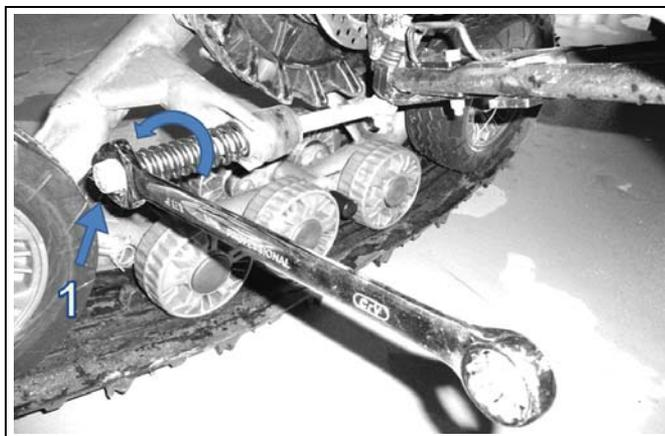
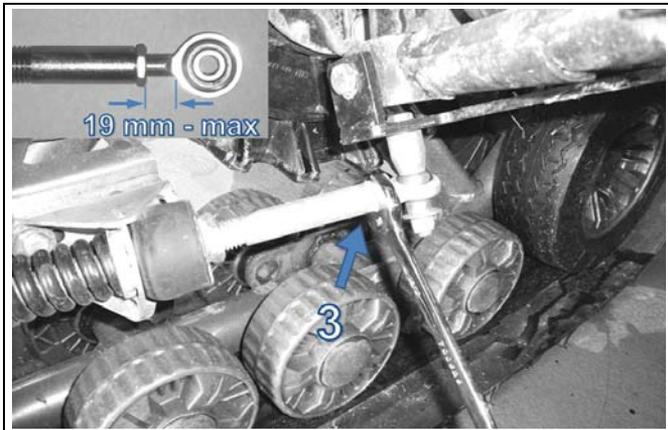

Abbildung 6
Abbildung 7
- Drehen Sie Mutter (1) bis diese die Feder berührt, dann drücken Sie die Feder zusammen, indem Sie diese Mutter 1,5 Drehungen drehen (siehe Abbildung 6).
**HINWEIS:** In einigen seltenen Fällen, wenn die Mutter (Teil 1 in Abbildung 6) zum Zusammendrücken der Feder durch Einstellungen das Ende der Gewindestange erreicht hat, verlängern Sie die Baugruppe, indem Sie die Gegenmutter (Teil 3 in Abbildung 7) lösen und den Stangenkopf soweit heraus schrauben, dass max. 19 mm des Gewindes sichtbar sind. Achten Sie darauf, dass Sie die Gegenmutter nach der Montage wieder gut festziehen.